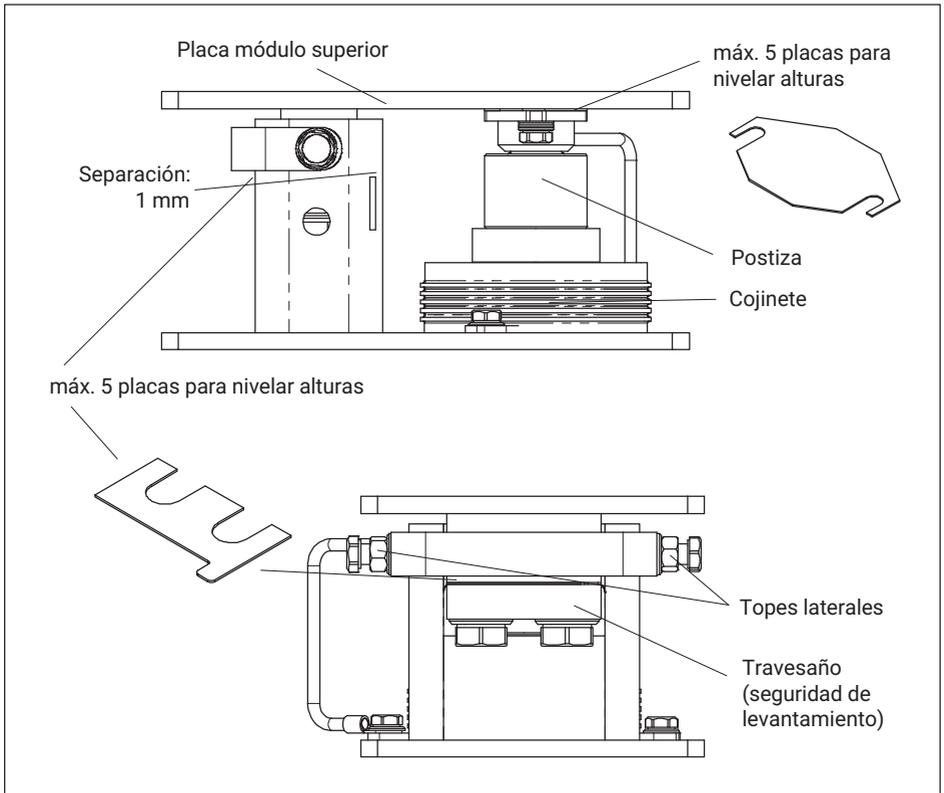

Fig. 4.2 Montaje de las placas niveladoras en la versión de 10 t a 33 t
(*consultar Fig. 4.2*)
- Alinear el módulo verticalmente colocando o retirando las placas niveladoras de 1-mm- de espesor sobre la pieza de aplicación de fuerza de la célula de carga (*consultar Fig. 4.2*).